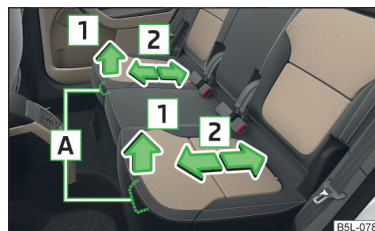

Fig. 60
- Tirez la manette **A** dans le sens de la flèche **1** et poussez le siège dans le sens de la flèche **2** jusqu'à obtenir la position souhaitée » fig. 60.
- Poussez les sièges arrière extérieurs au maximum vers l'arrière » fig. 60 à la page 73.